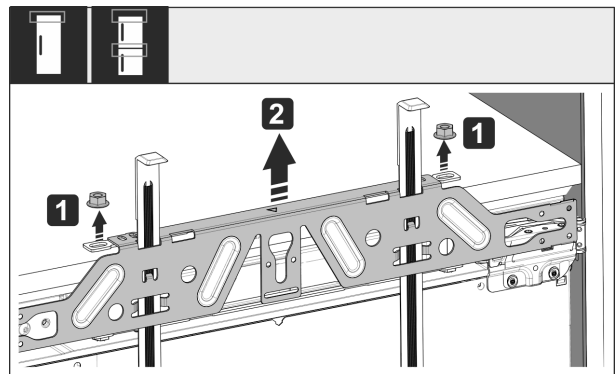

Fig. 52
- Shtrengoni kundërdadot Fig. 52 (1).
- Hiqni traversën e mbërthimit Fig. 52 (2).